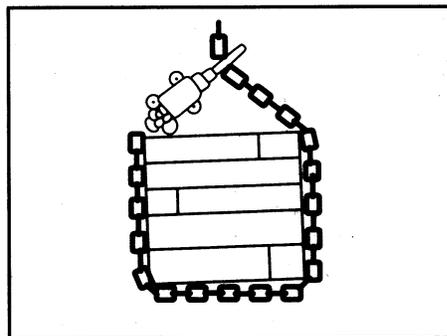

Ilustración. 4
(10) Nunca envuelva ni reenganche la cadena de carga como una eslinga para elevar una carga. (Ilustración 4)